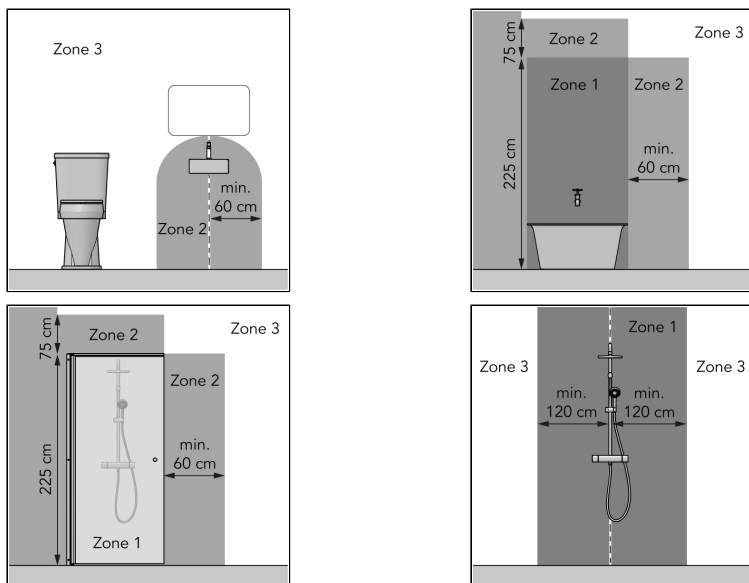

Figure 52.
- dans la zone 3 d'un cabinet de toilette ou d'une salle de bains avec baignoire, douche avec écran ou douche sans écran, voir Figure 52 ;
Le Alutherm Sani Verre Wi-Fi est un chauffage électrique de salle de bains facile à utiliser, à utiliser uniquement dans la zone 3 de la salle de bains (Figure 52). L'appareil peut être programmé sur un jour et une semaine. L'Alutherm Sani Verre Wi-Fi peut être utilisé avec l'application Eurom Smart App. Cet appareil est exclusivement destiné au chauffage d'espaces de vie domestiques et ne doit pas être utilisé à d'autres fins. L'appareil convient uniquement à un montage mural.